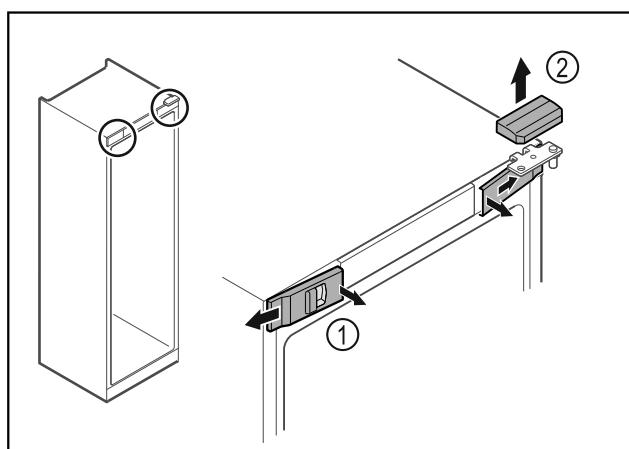

Fig. 17
► Передние крышки Fig. 17 (1) освободите от фиксации с внутренней стороны и отведите в сторону.
► Движением вверх снимите верхнюю крышку Fig. 17 (2).